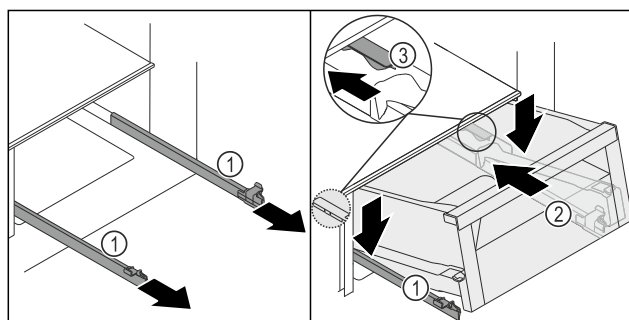
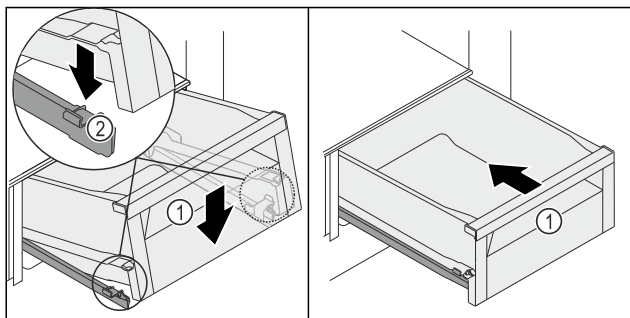

Fig. 130
Fig. 131
- ▶ Удерживая направляющие Fig. 130 (1), установите выдвижной ящик Fig. 130 (2) сверху за ограничителем хода Fig. 130 (3) на направляющие Fig. 130 (1).
- ▶ Установите выдвижной ящик Fig. 130 (2) на направляющие Fig. 130 (1) и задвиньте до конца назад.
- ▶ Опустите выдвижной ящик Fig. 130 (2) вперед, чтобы он установился слева и справа в зажим Fig. 131 (2).
- ▶ Выдвижной ящик Fig. 131 (1) зафиксируется со характерным щелчком.
- ▶ Вдвиньте выдвижной ящик Fig. 131 (1).